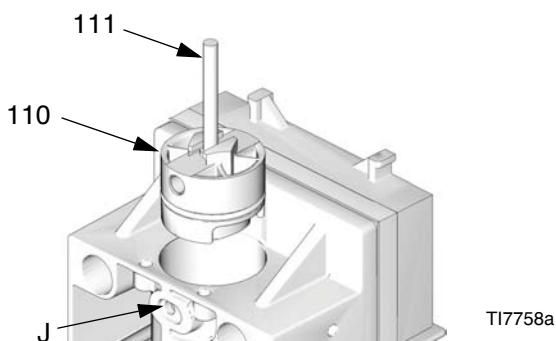

Рис. 10. Извлечение стопоров поршня
- См. Рис. 10. Извлеките фиксирующие штифты (111) из отверстий (J). Переверните штифты и вставьте головки в отверстия на стопорах поршня (110). Воспользуйтесь штифтами для извлечения стопоров поршня.